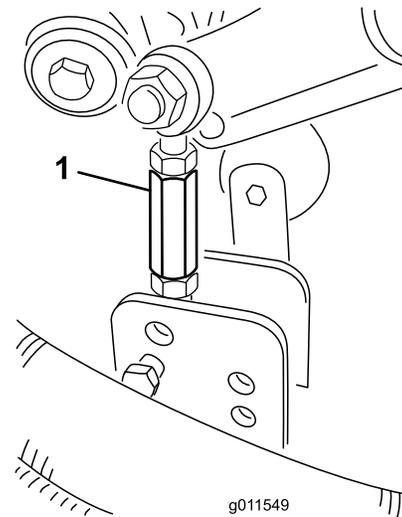
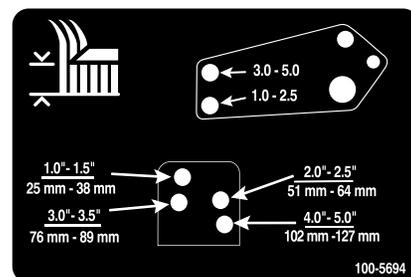

Bild 24
Bild 25
8. Entfernen Sie die Splints und Lastösenbolzen, mit denen die Stoßdämpferverbindungen an den Mähwerkbügeln befestigt sind (Bild 24). Fluchten Sie die Stoßdämpferverbindungs Löcher mit den ausgewählten Löchern im Schnitthöheneinstellbügel am Mähwerkrahmen ab (Bild 25), stecken die Lastösenbolzen ein und bringen die Splinte an.